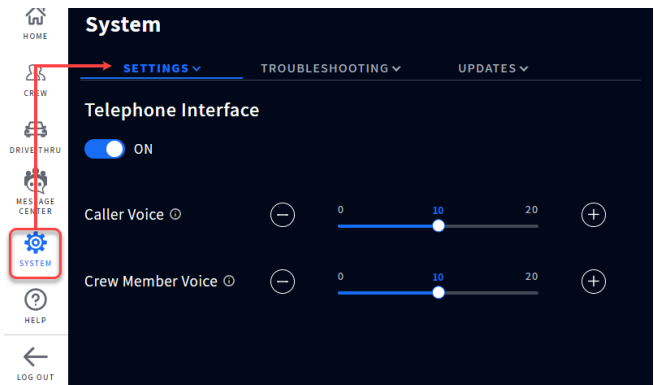

Fig. 11.5
- Inicie sesión en la estación base NEXEO y vaya a Sistema > Configuración. Seleccione Interfaz telefónica en la lista desplegable, véase la Fig. 11.5. Cambie el interruptor de APAGADO a ENCENDIDO y, si es necesario, utilice los controles deslizantes para ajustar los niveles de volumen.